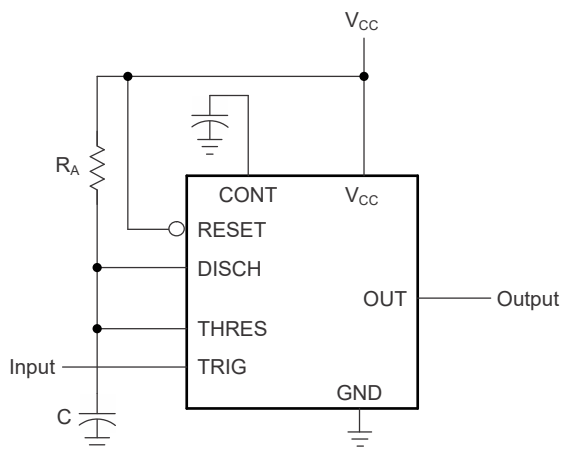
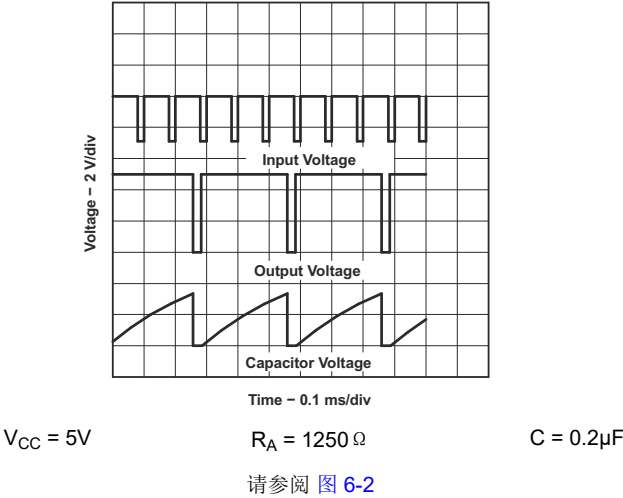

图 6-2. 单稳态工作模式电路
图 6-8. 三分频电路波形
(1) 对于显示为“最小值”或“最大值”的条件，请使用在 *建议工作条件* 下指定的相应值。
(2) 指定的值适用于类似于 图 6-2 的单稳态电路中的器件，具有以下组件值： $R_A = 2k\Omega$ 至 $100k\Omega$ ， $C = 0.1\mu F$ 。
对于单稳态工作模式，图 6-2 展示了如何连接这些计时器中的任何一个。如果输出为低电平，向触发器 (TRIG) 施加负脉冲可设置触发器 ($\overline{Q}$ 变为低电平)，将输出驱动为高电平，并关闭 Q1。然后，电容器 C 通过 R_A 充电，直到电容器上的电压达到阈值 (THRES) 输入的阈值电压。如果 TRIG 恢复至高电平，则阈值比较器的输出会重置触发器 ($\overline{Q}$ 变为高电平)，将输出驱动为低电平，并通过 Q1 对电容器 C 进行放电。
按照图 6-5 中所示，在图 6-2 电路中增加第二个电阻器 (R_B) 并将触发器输入连接到阈值输入会导致计时器自触发并作为多谐振荡器工作。电容器 C 通过 R_A 和 R_B 充电，然后仅通过 R_B 放电。因此，占空比由 R_A 和 R_B 的值控制。
通过调整计时周期的长度，图 6-2 的基本电路可用作分频器。图 6-8 显示了一种三分频电路，该电路利用了在规定时间内无法发生重新触发这一特性。